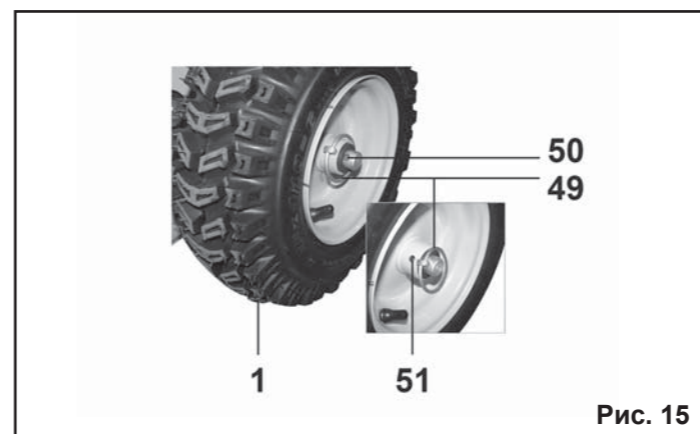

Рис. 15
7.2. Разблокировка колес (Рис.15).
7.2.1. Для облегчения управления снегоуборщиком при умеренном количестве снега, а также при работе на неровной поверхности, левое колесо снегоуборщика можно разблокировать (см. Рис.15).